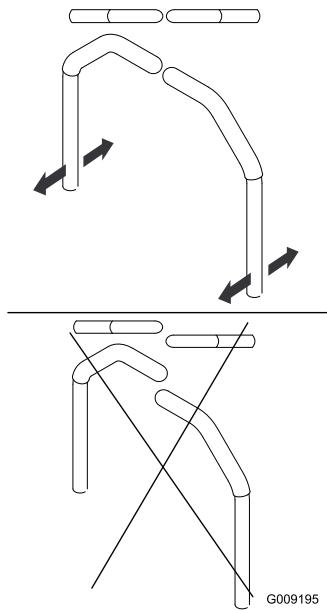

Figura 78
4. Alinee las palancas en el sentido adelante/atrás acercándolas a la posición de PUNTO MUERTO, y moviéndolas hasta que estén alineadas; luego apriete los pernos (Figura 78).